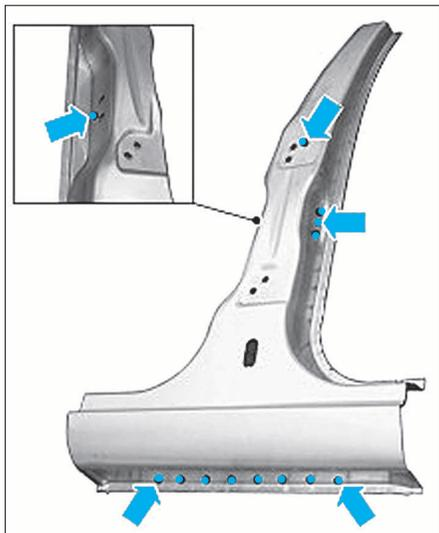

FIG. 60
- Souder en cordon continu la zone (2).
- Souder par résistance par points les points (3).
- Préparer le pied milieu neuf en perçant des trous Ø10mm aux endroits indiqués (Fig.60).